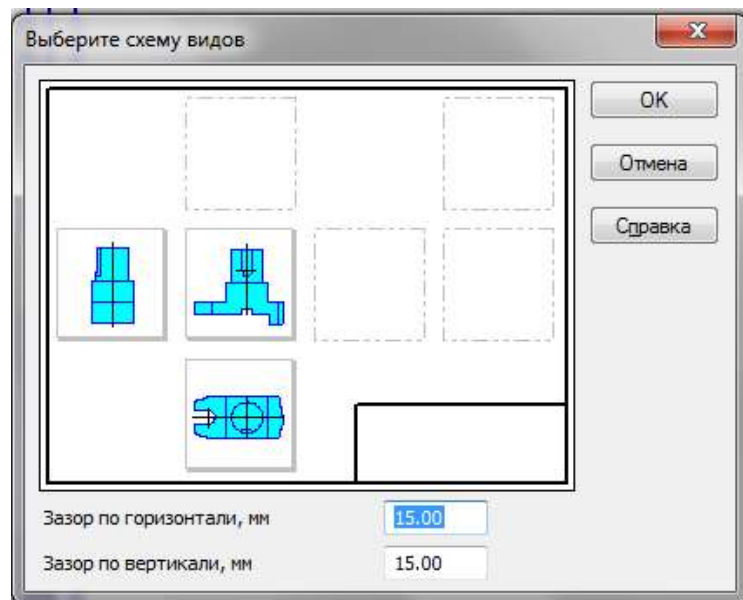

Рис. 7.12. Выбор схемы видов
- 4) В свойствах настраиваем Ориентация главного вида → Справа, Схема видов → рисунок 7.12, Масштаб - 1:2;